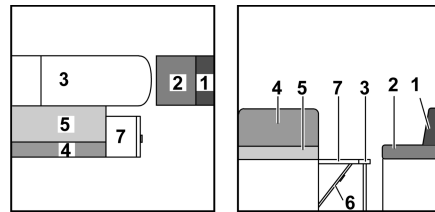

Bild 129 Während des Umbaus
- Sitzbankverlängerung (Bild 129,7) nach oben klappen und mit Klappe verkeilen.
- Das Rückenpolster des Längssitzes (Bild 129,1) abnehmen und beiseite legen.
- Das Sitzpolster des Längssitzes (Bild 129,2) nach vorn bis zum Tisch ziehen.
- Das Sitzpolster der Sitzbank (Bild 129,5) nach vorn auf den Tisch ziehen.
- Das Rückenpolster der Sitzbank (Bild 129,4) umlegen und auf die Sitzbankverlängerung ziehen.
- Das Zusatzpolster (Bild 129,9) zwischen das Sitzpolster und das Rückenpolster legen.
- Die Zusatzpolster (Bild 129,10, 11 und 12) zwischen die Seitenwand und die Polster auf dem Tisch und der Sitzplatte legen.